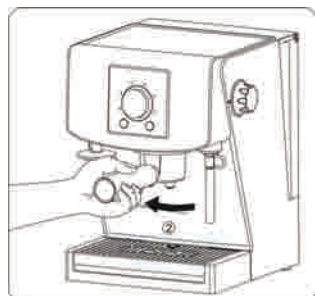
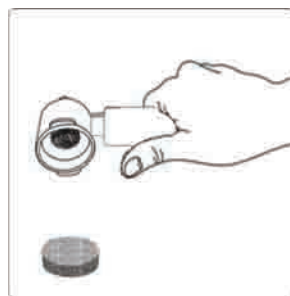
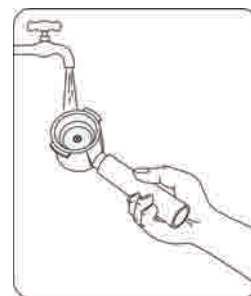

Рис. 5
Рис. 6
Рис. 7
- 8.16. Свалете дръжка на филтъра, като я въртите наляво (Рис. 5), а след това изхвърлете използваната торбичка или утайката (Рис. 6). Изчистете филтъра с употреба на вода (Рис. 7).
- 9.16. Свалете дръжка на филтъра, като я въртите наляво (Рис. 5), а след това изхвърлете използваната торбичка или утайката (Рис. 6). Изчистете филтъра с употреба на вода (Рис. 7).